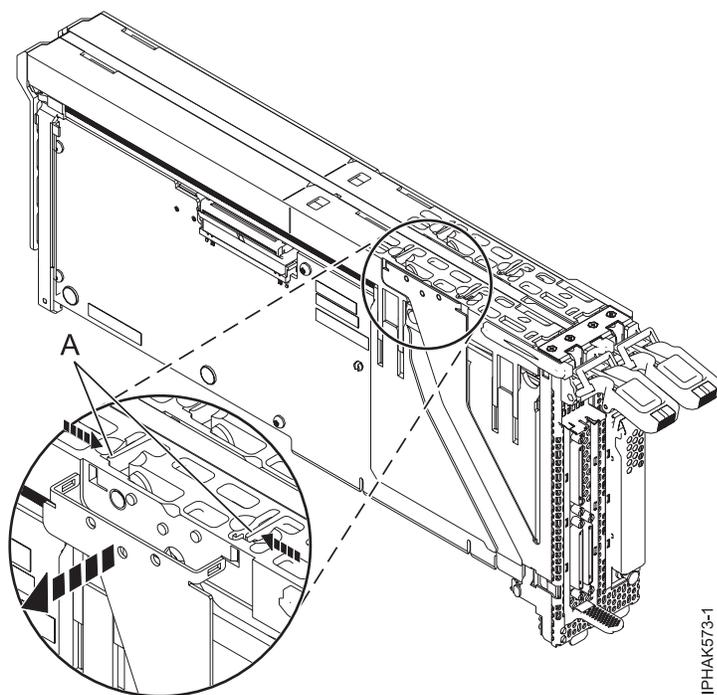

Figura 69. Desconectando o painel frontal
6. Desconecte os braços externos do conjunto do painel frontal soltando as guias de travamento plásticas (A). Consulte Figura 69.